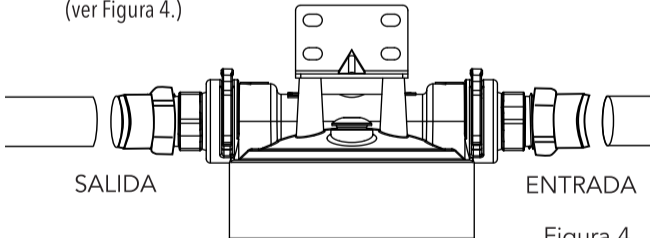

Figura 4
7. Inserte el tubo en el accesorio de la cabeza del filtro cerciorándose de que el extremo del tubo quede bien asentado contra su tope trasero. Conecte el tubo del suministro de agua al puerto de entrada "IN" (ver Figura 4.)